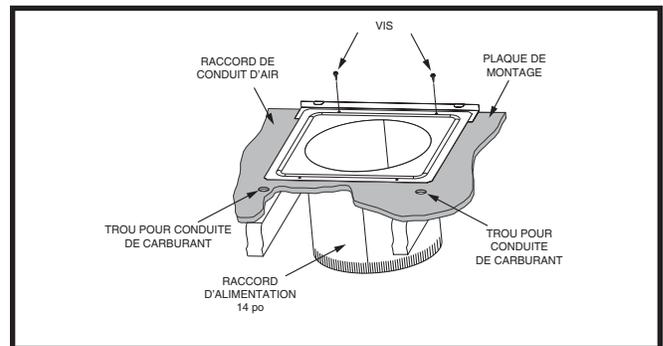

Figure 13. Raccord de conduit circulaire installé
- Installez la plaque de montage sous la surface arrière du raccord de conduit. Voyez la Figure 13. **REMARQUE** : Alignez les trous pour vis dans les deux composantes.